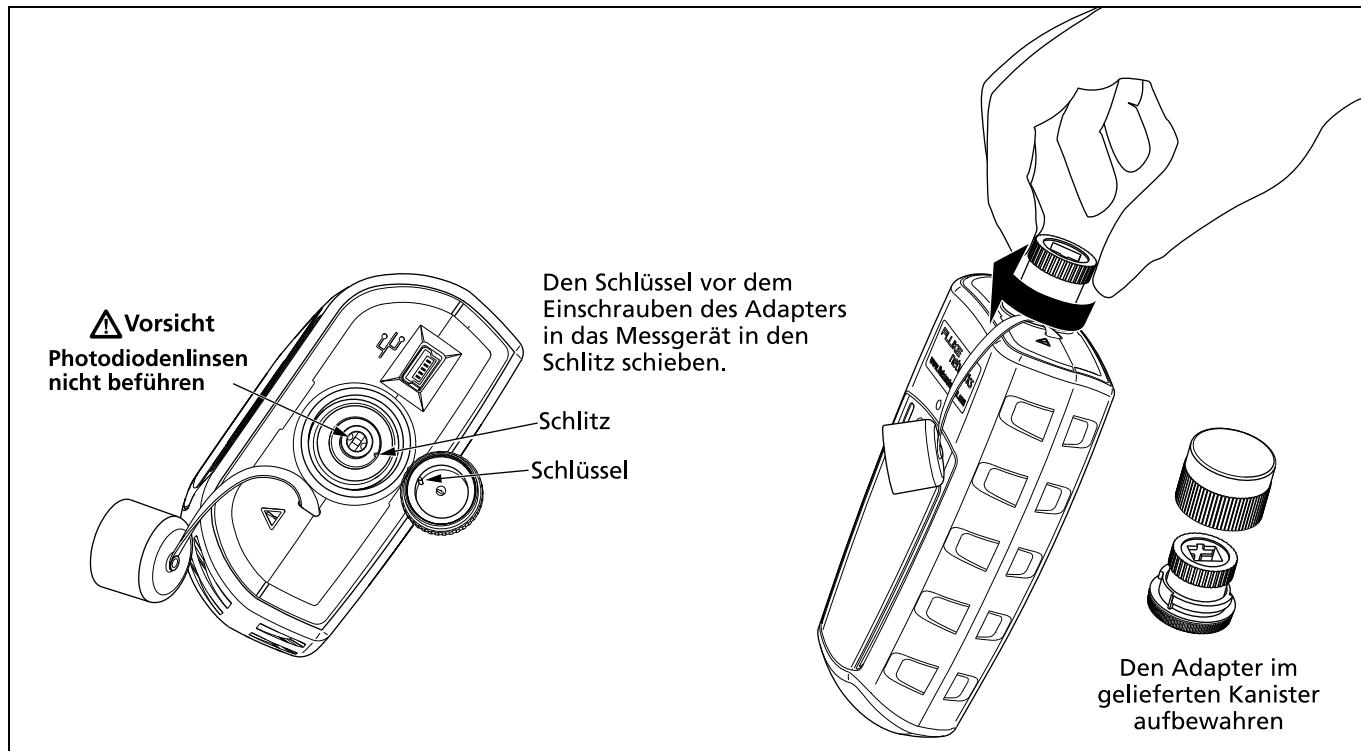

Abbildung 4. Installieren des Anschlussadapters
- Die Photodiodenlinsen nicht berühren (siehe Abbildung 4).
Zum Installieren eines Anschlussadapters die Abbildung 4 beziehen und wie folgt vorgehen: